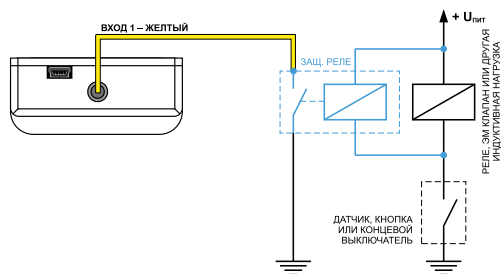

Рис.13. Схема подключения защитного реле
2. Защитное реле (Рис.13) – устанавливается параллельно индуктивной нагрузке. При этом контакты защитного реле служат для замыкания входа контроллера на «массу».